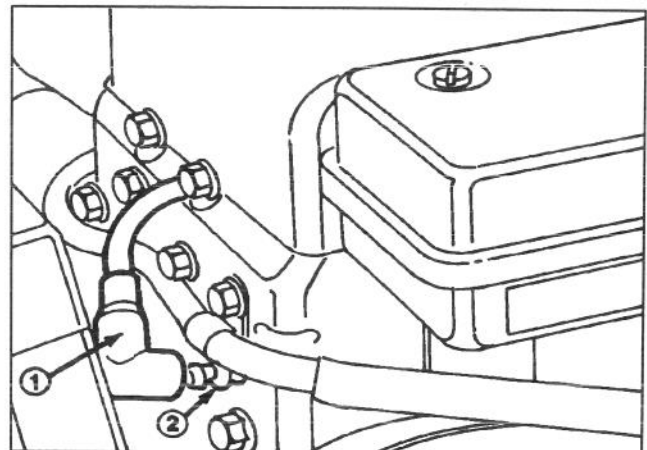

Abbildung 11
Um ein ungewolltes Anlassen des Motors bei Wartungen zu vermeiden, den Motor abstellen, den Zündschlüssel abziehen und den Zündkerzenstecker von der Zündkerze abziehen (Abb. 11). Sicherstellen, daß der Draht nicht versehentlich die Zündkerze berührt.
1. Den Zündkerzenstecker abziehen (Abb. 11).